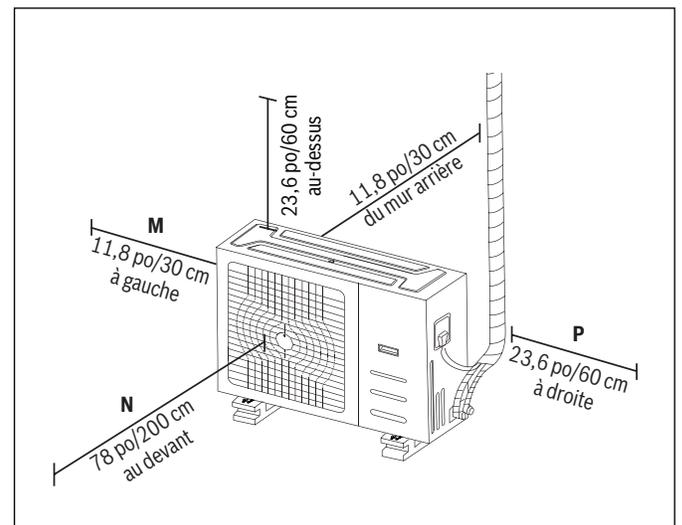

Figure 9
**i** La distance minimale entre la section extérieure et les murs décrite dans le guide d'installation ne s'applique pas aux locaux étanches. Assurez-vous de garder l'appareil dégagé dans au moins deux des trois directions (M, N, P) (voir la Fig. 9)